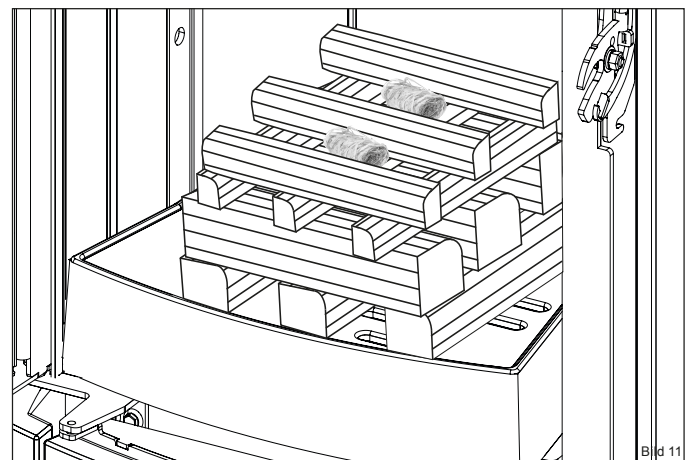

Bild 11
- ▶ Platzieren Sie die Holzscheite mittig auf dem Gußrost im Feuerraum (Bild 11):
- ▶ die ersten 3 (1) in Längsrichtung zur Feuerraumscheibe
- ▶ die nächsten 3 (1) quer darüber
- ▶ die nächsten 3 (2) längs darüber
- ▶ die nächsten 3 (2) quer darüber
- ▶ die Anzündhilfe (3) mittig zwischen die oberen Holzscheite